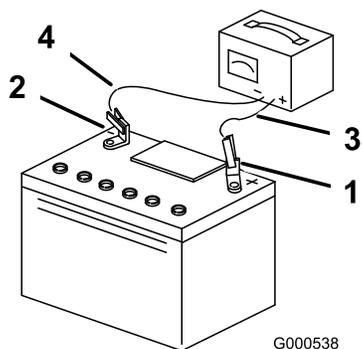

Figura 72
- Cuando la batería esté completamente cargada, desconecte el cargador del suministro eléctrico, y desconecte los cables del cargador de los bornes de la batería (Figura 72).